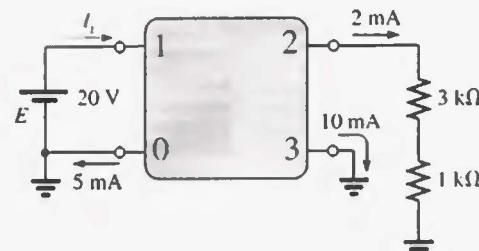

FIGURA 5.99
*30. Para el circuito integrado de la figura 5.99, determine V_0, V_{03} , V_2, V_{23}, V_{12} , e I_r .